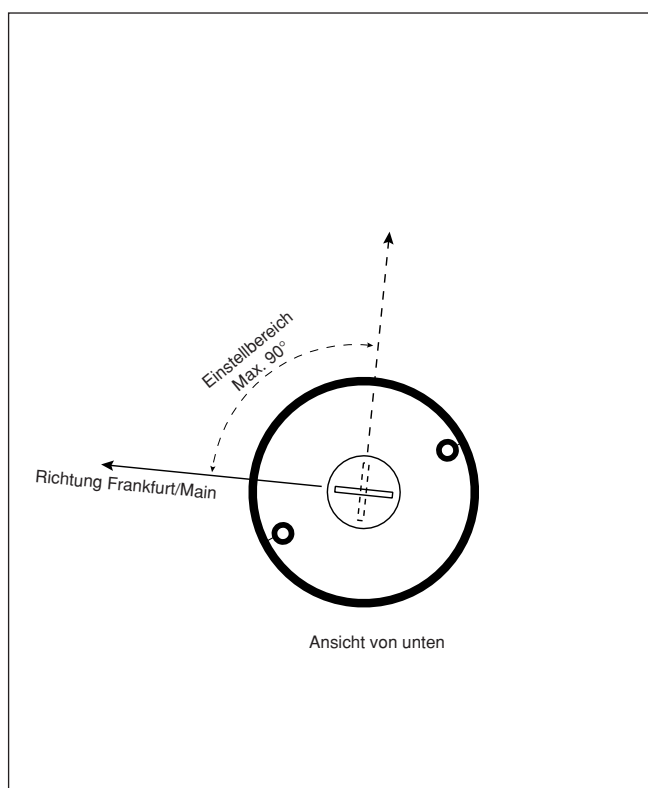
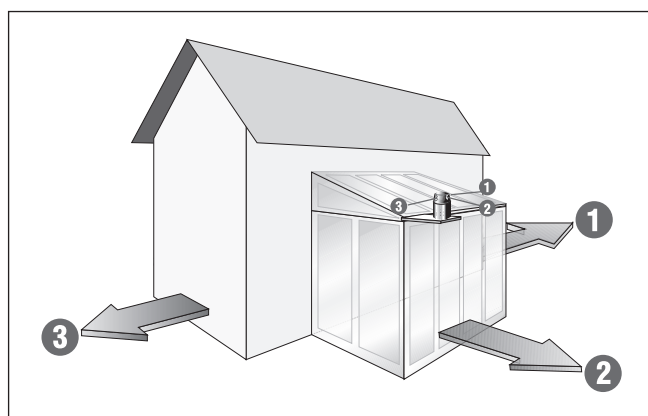
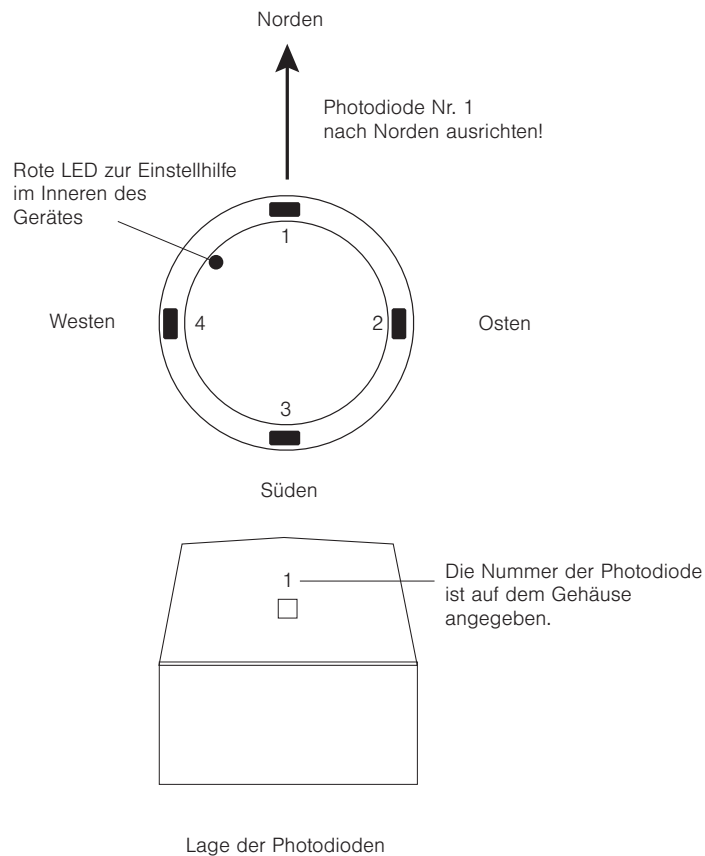

Abb. 2 Ausrichtung der Empfangsantenne
Abb. 3 Ausrichtung der einzelnen Photodioden (1 bis 3)
Abb. 6 Elektrischer Anschluss / Zuordnung der Adernfarben zu den einzelnen Photodioden
- Testen Sie vor der Montage des Messwertgebers den Montageort unbedingt auf seine Empfangsfähigkeit! Bestandteil des Gerätes ist eine Empfangsantenne, deshalb sollte es grundsätzlich mindestens 0,5 m von Steuergerät und 230 V AC Leitungen entfernt montiert werden. Am Gehäuseboden befindet sich eine weiße Kunststoffscheibe mit Nut. Durch Drehen der Scheibe mit einer Münze kann die Antenne im Inneren des Gerätes in einem Bereich von ca. 90° justiert werden. Idealerweise sollte die Nut in der Einstellscheibe in Richtung Frankfurt/Main zeigen (Abb. 2). Zur Einstellhilfe befindet sich zwischen der ersten und der zweiten Photodiode eine rote LED im Inneren des Gehäuses (Abb. 6). Wird das Zeitsignal empfangen, dann blinkt diese LED im Sekundentakt. Beachten Sie bitte, dass das Blinksignal bei starker Sonneneinstrahlung nicht sichtbar ist. Ob Sie ein korrektes Zeitelement empfangen, können Sie nicht am Blinken der LED erkennen, sondern erst nachdem Sie den Messwertgeber an Ihre Sonnenschutzzentrale angeschlossen und die Inbetriebnahme durchgeführt haben. Sollte der Empfang nicht einwandfrei sein, beachten Sie bitte folgende Hinweise:
- Die Photodioden im Messwertgeber müssen den gleichen Helligkeitsbedingungen ausgesetzt sein wie die zu steuernden Sonnenschutzbehänge. Richten Sie die Photodioden nach den zu verschattenden Gebäudefassaden aus (siehe Abb. 3). Beachten Sie, dass die Photodiode Nr. 1 (Abb. 6), die für die Dämmerungsautomatik erforderlich ist, dabei möglichst nach Norden weist und nicht durch künstliche Lichtquellen beeinflusst werden kann.
Der elektrische Anschluss erfolgt nach Abb. 6, dort ist auch die Zuordnung der Fotodioden zu den Adernfarben der Anschlussleitung beschrieben. Grundsätzlich können Sie entweder eine, zwei, drei oder alle vier Photodioden (je nach Einsatzzweck) an Ihre Zentrale anschließen. Zur dämmerungsabhängigen Steuerung sollte die Photodiode 1 verwendet werden. Das Gerät wird mit einer Anschlussleitung (Länge 3 m) geliefert. Sollte die Länge dieser Leitung nicht ausreichen, kann diese auf bis zu 100 m verlängert werden. Bauseitig wird hierzu eine Abzweigdose benötigt. Wählen Sie eine Variante, die den jeweiligen Umgebungsbedingungen gerecht wird (für Außenmontage z.B. IP65). Vom Messwertgeber zur Sonnenschutzzentrale empfehlen wir Ihnen die Verwendung der Leitung 8 x AWG 26 C UL (UV-beständig).